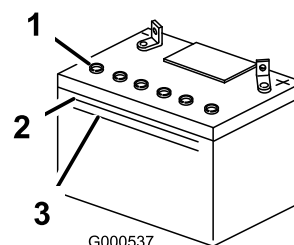

Bild 44
1. Sehen Sie sich die Seite der Batterie an. Der Füllstand muss bis zur **oberen** Linie reichen (Bild 44). Der Säurestand darf nicht unter die untere Linie (Bild 44).
3. Entfernen Sie die Entlüftungsdeckel von der Batterie (Bild 44).
4. Gießen Sie langsam destilliertes Wasser in jede Batteriezelle, bis der Säurestand die obere Linie (Bild 44) am Batteriegehäuse erreicht.
5. Warten Sie nach dem Füllen der Batteriezellen fünf bis zehn Minuten. Gießen Sie bei Bedarf destilliertes Wasser in jede Batteriezelle, bis der Säurestand die obere Linie (Bild 44) am Batteriegehäuse erreicht.